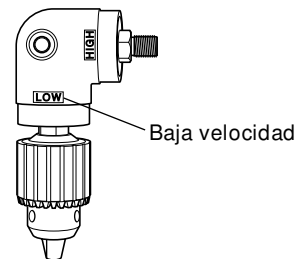

Fig. 9
- Para accionar la unidad angular a baja velocidad, fije el portabrocas en el husillo de la unidad angular sobre el lado marcado "LOW" y apriete el tornillo de fijación. En este ajuste, la velocidad de taladrado disminuye a aprox. 70% y el par de taladrado aumenta a aprox. 150% (Fig.9).